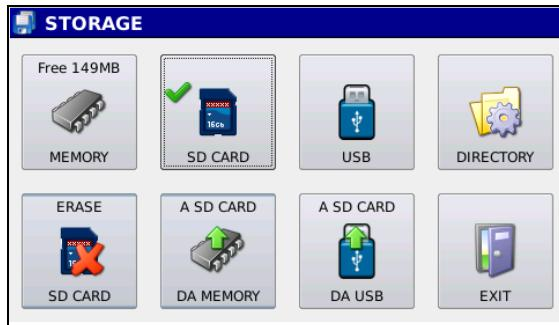

Figura 4.5: Schermata storage dopo la selezione della  $\mu$ SDcard come memoria di lavoro.
4.2 Premendo il pulsante  si seleziona come memoria predefinita la µSDcard. Se non è presente appare il messaggio µSDcard NON PRESENTE. Se inserita correttamente lo schermo appare come in figura 4.5,